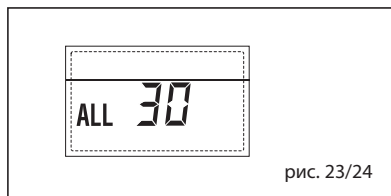

рис. 23/24
– НЕПОЛАДКА СВЯЗИ ПЛАТЫ RS-485 В КАСКАДНОМ РЕЖИМЕ “ТРЕВ. 34” (рис. 23/28)